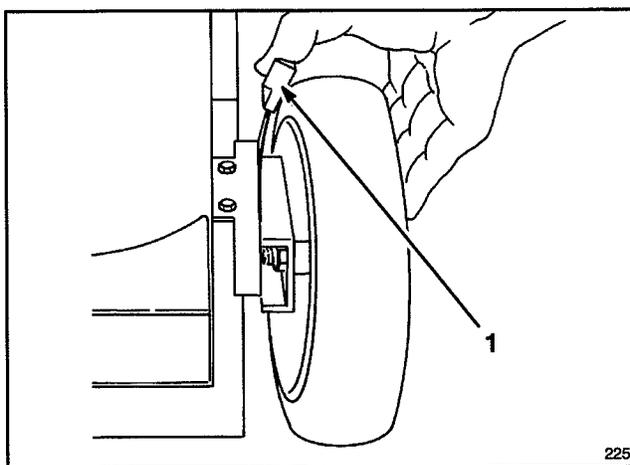

Figure 17
2. Pour faciliter le réglage, soulever le carter de manière à ce que la roue ne touche plus le sol. **Ne jamais placer les doigts sous le carter pour soulever la tondeuse.** Serrer le levier de hauteur de coupe contre la roue et l'amener dans la position voulue (Fig. 17). Vérifier que l'ergot du levier est bien engagé dans l'encoche de la plaque d'usure du carter de tondeuse. Régler toutes les roues à la même hauteur de coupe.